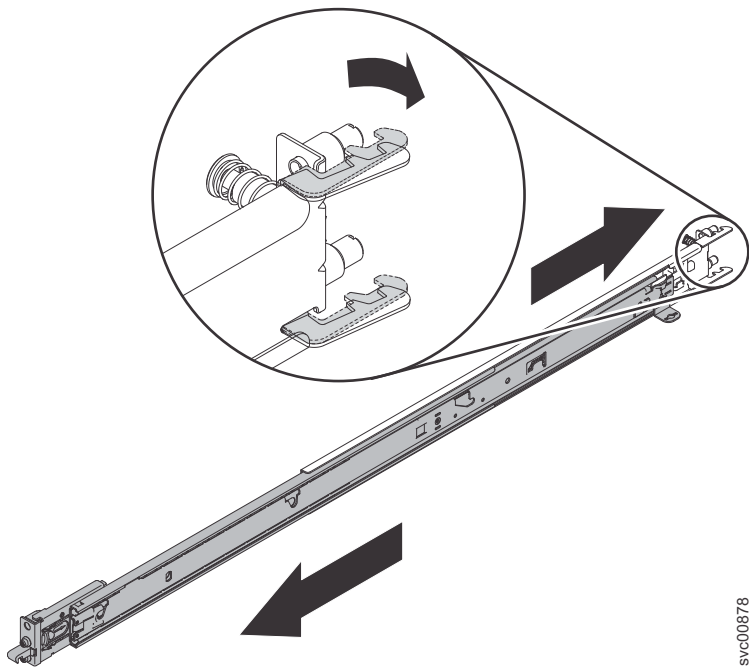

図 45. 背面のスライド・レールのフックを開く
2. 図 45 に示すように、背面のスライド・レールのフックを開きます。